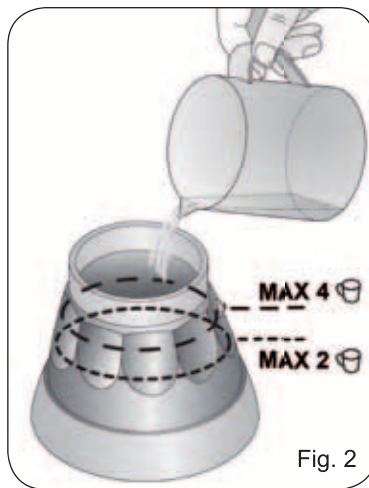

Fig. 2
Assicurarsi che la macchina sia fredda. Svitare la macchina tenendo la caraffa (C) con una mano e con l'altra ruotare la caldaia (G) in senso antiorario. Togliere il filtro ad imbuto (F) e riempire la caldaia con acqua fino a raggiungere la valvola di sicurezza (L), visibile dall'interno della caldaia (Fig. 2). Non superare la valvola di sicurezza.